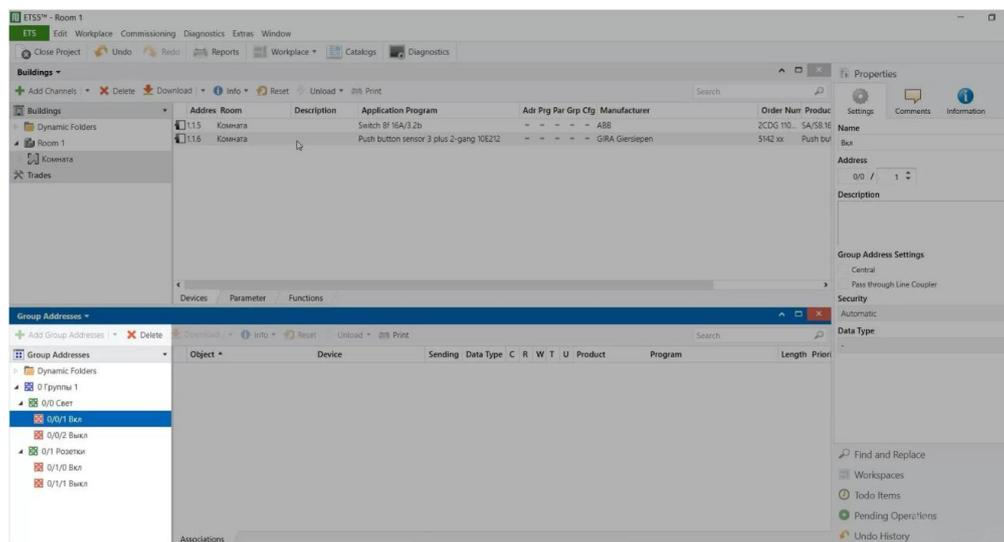

Рисунок 6 – Создание нескольких групп управления электрической сетью
7. Создаем несколько групп нажатием на кнопку Add Group Addresses (рис. 6). Должна получиться такая структура: